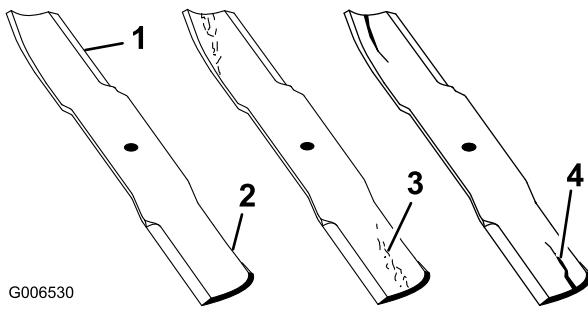

Рисунок 100
- Осторожно осмотрите режущие кромки ножей (особенно в точке соединения плоской и изогнутой частей ножа), как показано на Рисунок 100.
Примечание: Проверяйте ножи перед эксплуатацией газонокосилки, так как песок и абразивный материал могут стачивать металл между плоской и изогнутой частями ножа. При обнаружении износа замените нож (Рисунок 100).